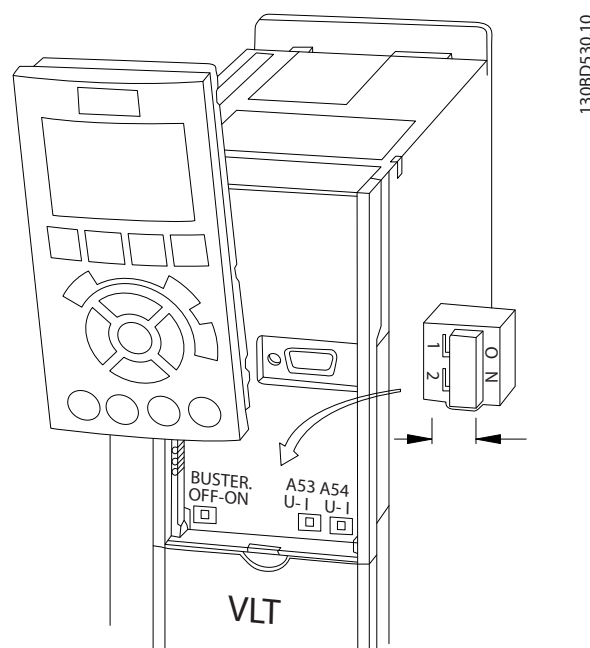

Рисунок 4.11 Расположение переключателей клемм 53 и 54
1. Снимите LCP (см. *Рисунок 4.11*).